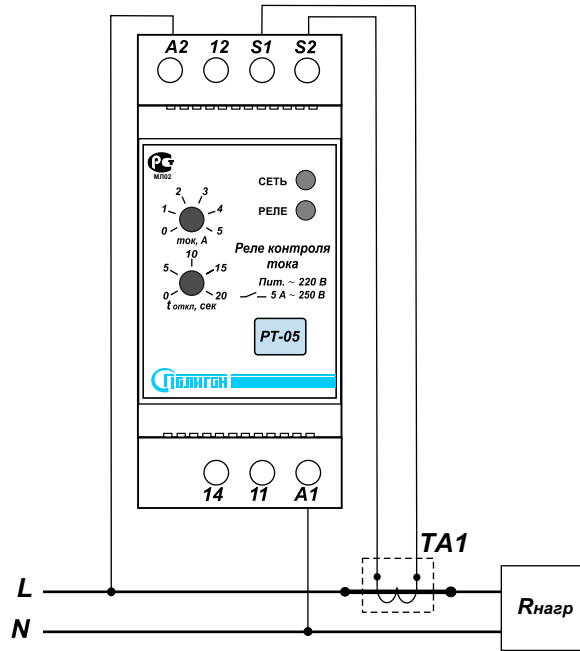

Рис. 1. Типовая схема подключения РТ-05 к сети переменного тока.
4.2 Произвести подключение входной контролируемой сети, цепей управления и сигнализации согласно маркировке (рис.1):